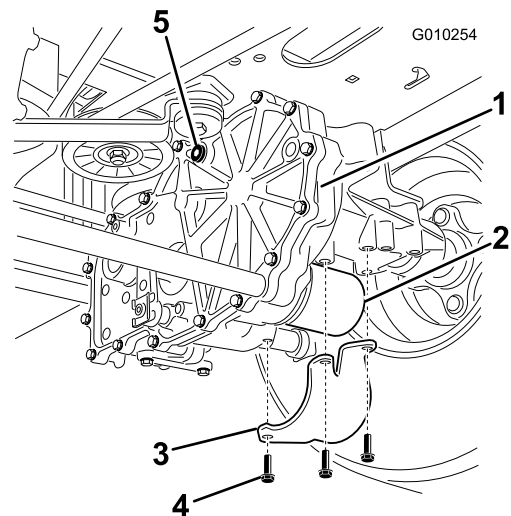

Figure 59
2. Trouvez le filtre et les protections sur chaque transmission de la boîte-pont (Figure 59). Retirez les trois vis de fixation de la protection et enlevez la protection.